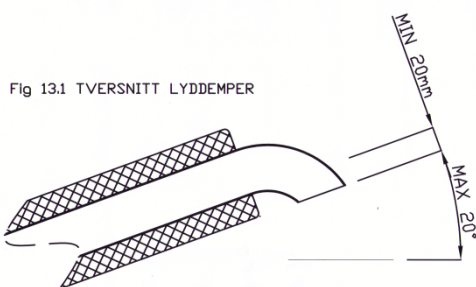
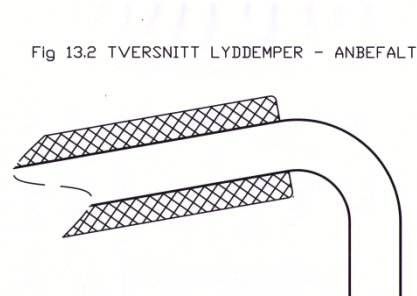

Fig 13.1 TVERSNITT LYDDEMPER
Fig 13.2 TVERSNITT LYDDEMPER - ANBEFALT
Eksosanlegg med lydpotter skal finnes. Dette behøver ikke være originalt. **Eksosrørets utløp må være bak førerstolen og lede eksosen ned mot bakken. En linje mellom utløpets fremre og bakre del skal befinne seg minimum 20mm under innerrørets nedre begrensning og kappes maximum 20 grader i forhold til horisontalplanet (se fig 13.1) Det anbefales dog å føre eksosen rett ned i bakken iht fig 13.2.** Lydnivået får ikke overstige 100 dB. (A) **Lydmåling foretas under løp trening langs banen,forbifartslyd. Måling skal skje med lydmåler av presisjonstype klasse 1 som oppfyller kravene i "International Elektrotechnical Comissions", publication 651 ("IEC") Måling skal utføres med lydnivåmåler i nivå "slow". Kalibreres før måling.**